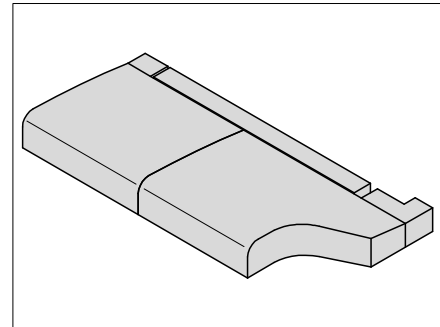
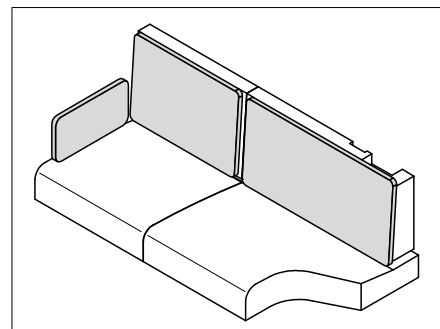

Fig. 211 Positionner les supports de siège
Fig. 213 Coussins pour supports de dossier
- Placer les coussins d'assise, de dossier et supplémentaire comme montré dans Fig. 211 à Fig. 213.